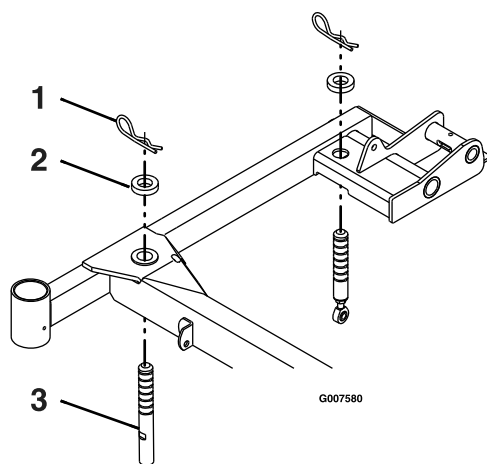

Figura 63
3. Compruebe que todas las chavetas están en los taladros de altura de corte de 7.62 cm (3 pulgadas) con los espaciadores debajo de las chavetas (Figura 63).
cuchillas de 7.62 cm (3 pulgadas) en la parte delantera de la carcasa y 8.26 cm (3-1/4 pulgadas) en la parte trasera de la carcasa (Figura 63).